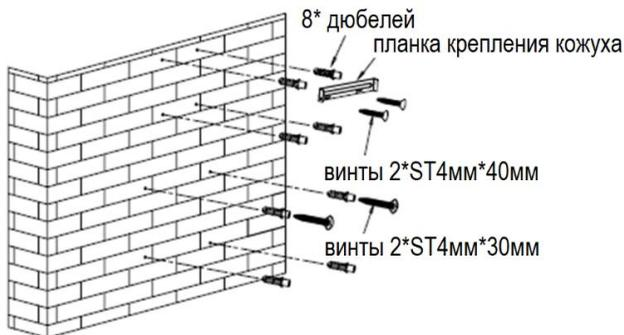

Рис. 2
4. Вкрутите в дюбели винты ST 4x30. Винты должны выступать из стены на 3-5 мм, для того, чтобы можно было повесить на них вытяжку. Кронштейн кожуха следует закрепить к стене винтами ST 4x40. См. Рис. 2.